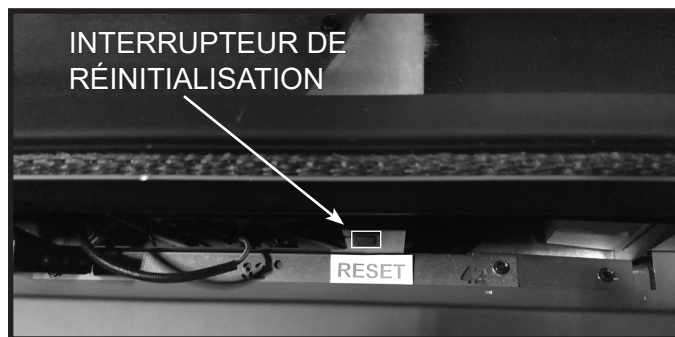

Figure 3.10 Emplacement de l'interrupteur de réinitialisation
- Localisez l'interrupteur de réinitialisation à l'intérieur de l'appareil. Voir la figure 3.10. L'interrupteur est situé au-dessus de l'étiquette « RESET ». Maintenez l'interrupteur de réinitialisation pendant une seconde puis relâchez. Un signal sonore « bip » vous indiquera que le module est réinitialisé.